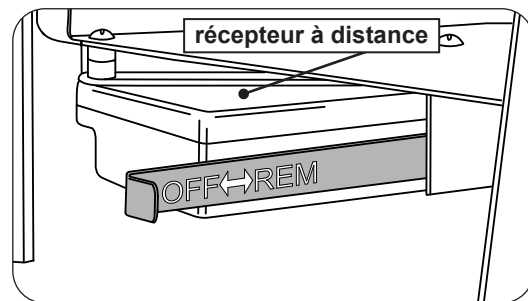

Fig. 34-1
1. Localisez actionneur coulissant OFF/REMOTE sur le côté gauche du brûleur. Glisser le servomoteur sur la position gauche / **OFF**. Voir Fig. 34-1.